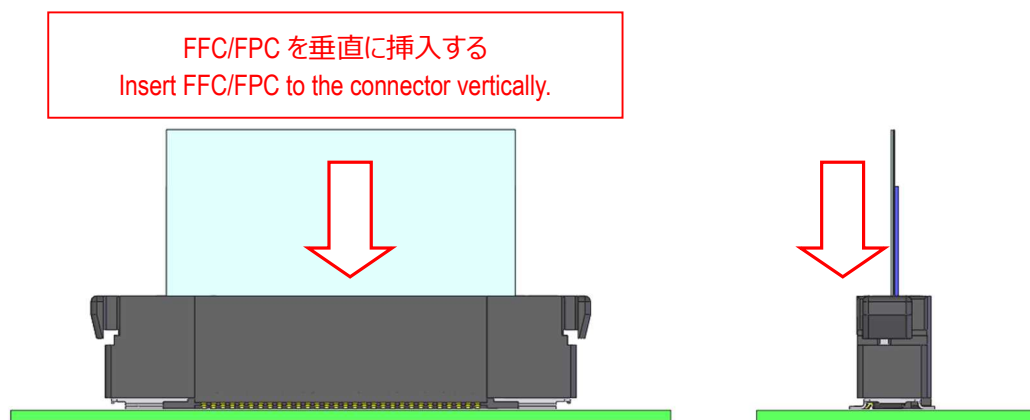

図. 2-3 FFC/FPC 挿入方法 2 / Fig.2-3 FFC/FPC inserting method 2
- ② 図 2-3 の様に、FFC/FPC をコネクタに対して、垂直に挿入していき、奥までしっかり挿入する。
Please insert FFC/FPC to the connector vertically and push all the way in. (Fig.2-3)